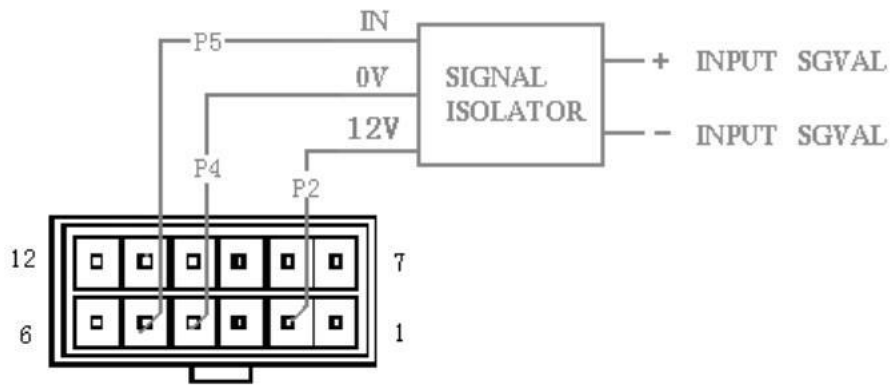

图 7
2、信号隔离器式速度调节与控制器（请选用信号隔离器式控制器）的接线（见图 7）。
使用速度调节信号隔离器按照图 7 所示，在 P2, P4, P5,端子之间连接上信号隔离器。